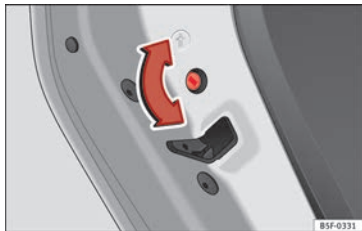

Fig. 131 Sicura per bambini della porta sinistra.
- Con la porta aperta, girare con la chiave del veicolo la fessura in senso orario per le porte a sinistra **» fig. 131** e in senso antiorario per le porte a destra.
- Con la porta aperta, girare con la chiave del veicolo la fessura in senso antiorario per le porte a sinistra **» fig. 131** e in senso orario per le porte a destra.